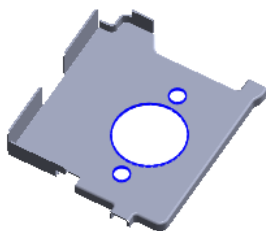
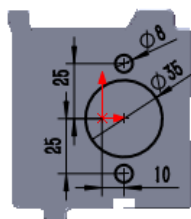

图 7.6.38 切除-拉伸 3
图 7.6.39 横断面草图
Step22. 创建图 7.6.38 所示的钣金特征——切除-拉伸 3。选择下拉菜单 **插入(I)** → **切除(C)** → **拉伸(E)...** 命令；选取前视基准面为草图基准面，绘制图 7.6.39 所示的横断面草图；在 **方向1** 区域中选中 ☒ **与厚度相等(L)** 复选框与 ☒ **正交切除(N)** 复选框；其他参数为默认设置值；单击 按钮，完成切除-拉伸 3 的创作。